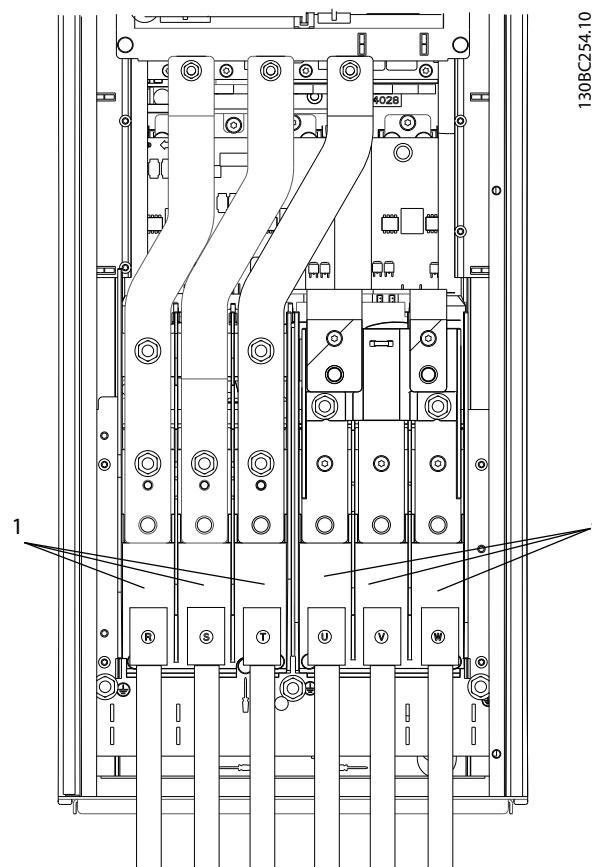

Ilustración 2.23 Conexión a la red de CA
- Conecte el cableado de alimentación de entrada trifásica de CA a los terminales L1, L2 y L3 (consulte *Ilustración 2.23*).